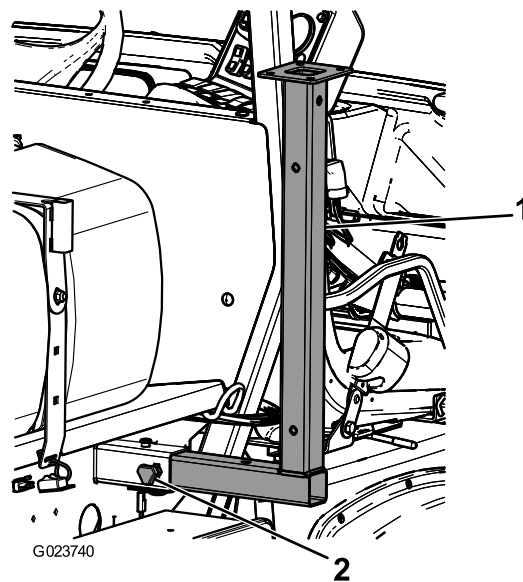

Figure 40
1. Insérez les jambes de support avant à l'envers près des points d'attache avant (Figure 40).